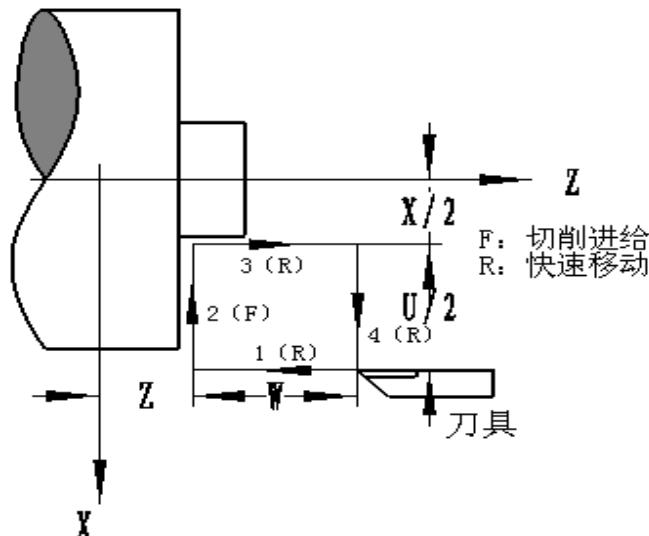
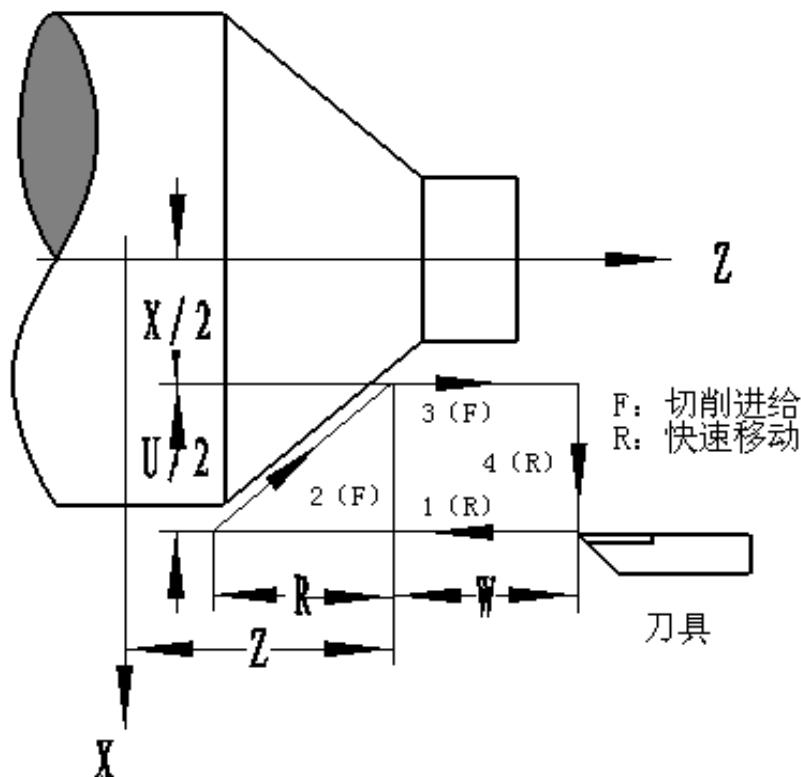

图 2-18
图 2-19
**指令格式:** G94 X (U) \_Z(W)\_R\_F\_;
**功能说明:** G94 指令可实现端面以及锥度端面的单一循环加工, 循环完毕后刀具返回起刀点位置 (轨迹 1 的起点), 如图 2-18 和图 2-19。图中 (F) 线段表示切削进给, (R) 线段表示快速移动。
**G94 X (U) \_Z(W)\_F\_;**